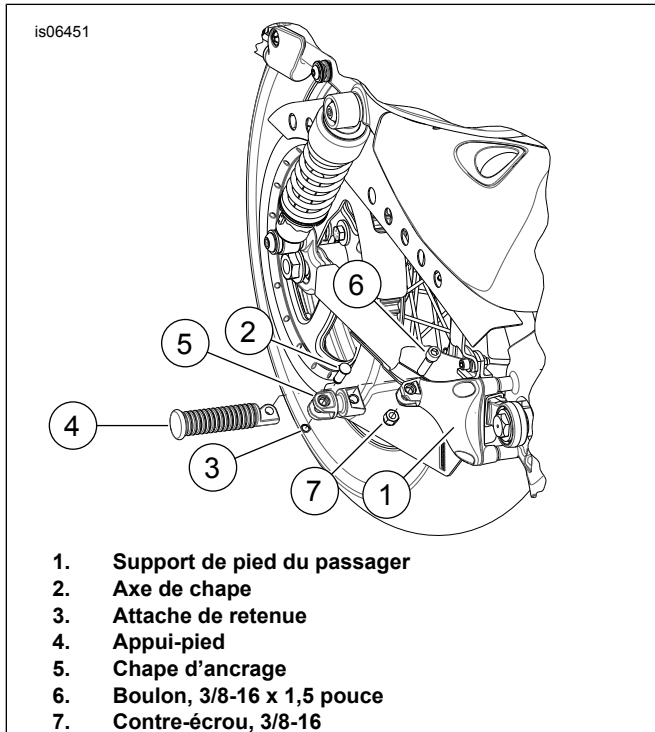

Figure 1. Installation de la chape d'ancrage
4. Voir Figure 1. Installer la chape d'ancrage (5) sur chaque support de pied de passager (1) en utilisant la visserie du kit de sacoches (6 et 7). Serrer le contre-écrou à un couple de 13,6–21,7 N·m (10–16 ft-lbs).
5. Installer l'appui-pied de passager (4) sur la chape d'ancrage (5) selon les instructions du kit de support de pied de passager en utilisant les goupilles (2) et les attaches de retenue (3).